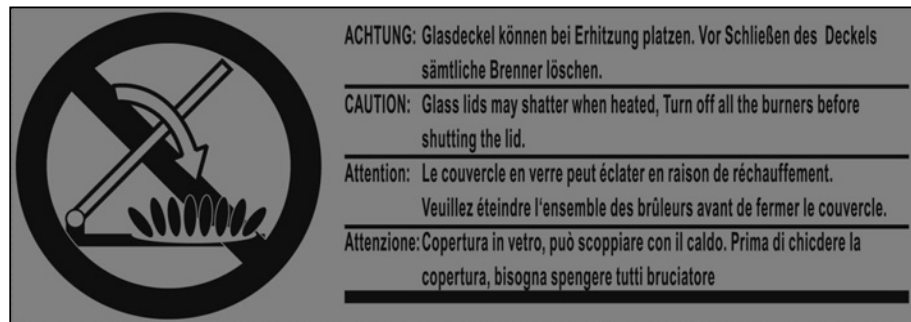

Fig. 130 Autocollant sur le réchaud
- Ne pas fermer le recouvrement du réchaud à gaz pendant que celui-ci est en marche. Sinon le recouvrement du réchaud à gaz risque de se fendre. Observer ce qui est écrit sur l'autocollant (Fig. 130).